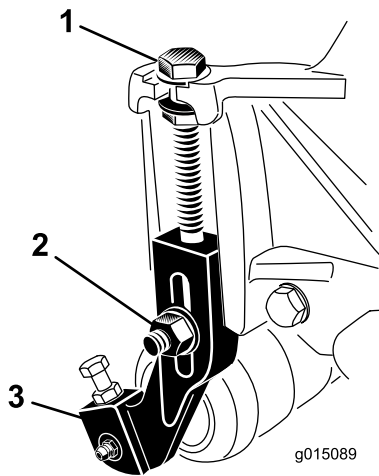

Figure 18
1. Desserrez les contre-écrous qui fixent les supports de hauteur de coupe aux plaques latérales de l'unité de coupe (Figure 18).